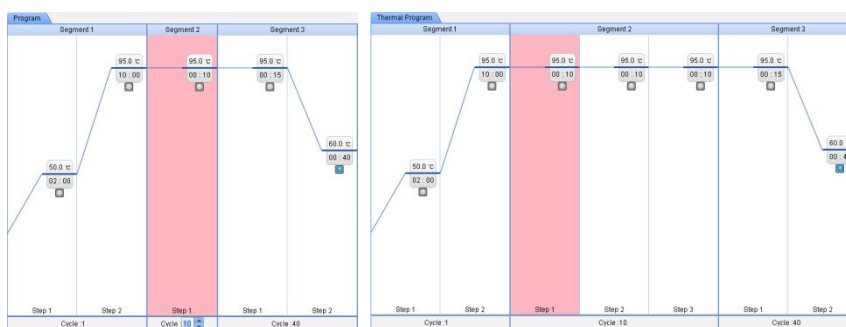

Fig 5-8
- Faceți clic pentru a selecta Segmentul 1, care devine roșu; clic **Inserați un segment** meniu și veți găsi că Segmentul 2 este adăugat după Segmentul 1. Faceți clic pe caseta Cycle din partea de jos și introduceți „10” (Fig 5-8 din stânga). Faceți clic pentru a selecta Segment 2-Step 1, apoi faceți clic pe Insert Step de două ori și veți găsi 2 noi pași (Fig 5-8 dreapta);